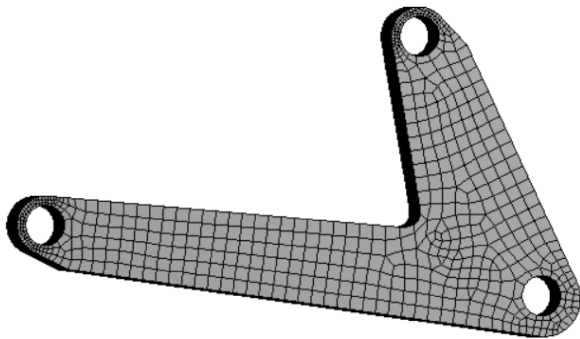

图 12-115 网格划分
(1) 右键单击验证分析【Model】→【Refresh】，接收几何数据。
(2) 在结构静力分析上，右键单击【Model】→【Edit】进入 Mechanical 分析环境。
(3) 生成网格：右键单击【Mesh】→【Generate Mesh】，图形区域显示程序生成的网格模型，如图 12-115 所示。
(4) 网格质量检查：在导航树里单击【Mesh】→【Details of “Mesh”】→【Quality】→【Mesh Metric】= Element Quality，显示 Element Quality 规则下网格质量详细信息，平均值处在好水平范围内，展开【Statistics】显示网格和节点数量。